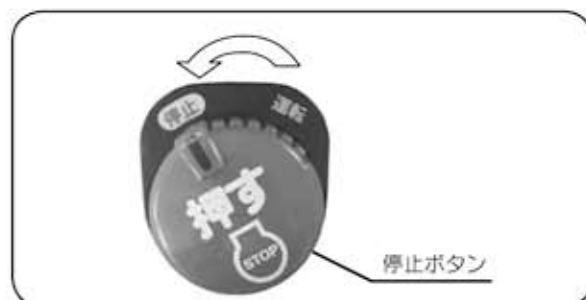

図16
- ④ 緊急停止ボタンを〔押〕すと、エンジンが停止します。(図16)